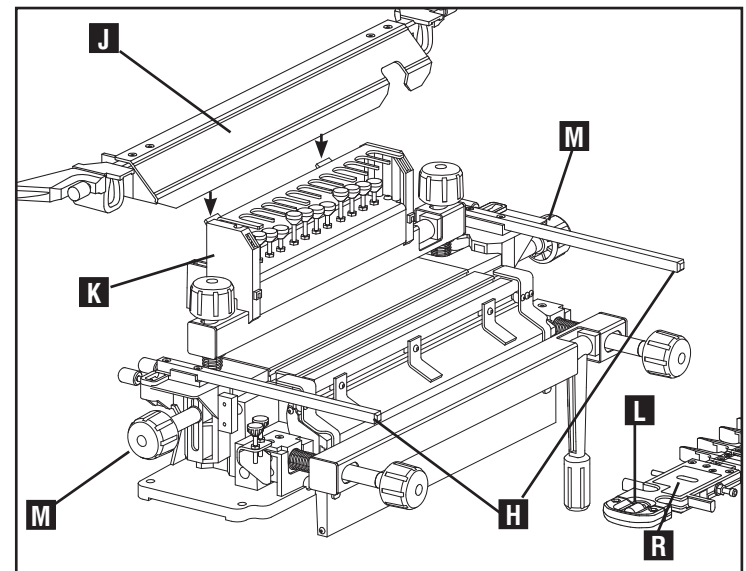

Fig. C7
Les gabarits du gabarit de montage sont montés et solidifiés à l'aide de deux barres de montage (H), Fig. C7. Les barres (H) doivent être élevées afin que vous puissiez enlever et remettre en place le gabarit. De plus, les vis à serrage à main moletées (L) doivent être dévissées.
1. Enlevez la barre stabilisatrice (J) en dévissant les vis à tête moletée situées aux deux extrémités de la barre. La barre stabilisatrice (J), Fig. C7, peut être montée temporairement à l'arrière de la cosse de profondeur de la fraise (K), tel qu'indiqué à l'fig. C7.
2. Dévissez les vis à tête moletée (L), Fig. C7, aux deux extrémités du gabarit.
3. Dévissez les boutons de verrouillage de la tige de montage du gabarit (M) et surélever les barres de montage (H).
5. Lorsque vous replacerez le gabarit sur le gabarit de montage, assurez-vous que les vis (L) sont encore dévissées, placer sur les barres (H) et abaisser le gabarit sur la pièce.
6. Remettre la barre stabilisatrice (J) sur les barres (H).
7. Tenir le gabarit fixe en appuyant sur son centre, serrer d'abord les boutons de verrouillage de la tige de montage du gabarit (M)
8. Serrer les vis de serrage moletées (L) du gabarit. Finalement, serrer la barre stabilisatrice.
REMARQUE : s'assurer que le gabarit et la barre stabilisatrice sont bien insérés sur les tiges (H) Fig. C7 et correctement positionnés sur la pièce avant de les fixer solidement en place.
REMARQUE : la plupart des gabarits incluent des étiquettes inscrites dans le coin supérieur gauche des planches (R), Fig. C7 Elles vous guideront parmi les principales étapes à suivre lors du réglage et de la coupe.